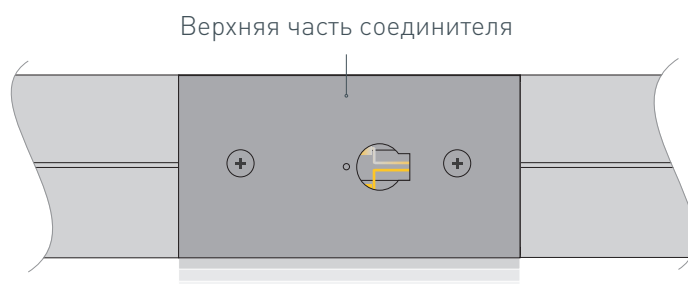

Рис. 6. Установка верхней части соединителя ②. Вид сверху
- 3 / Соедините верхнюю и нижнюю части соединителя ② при помощи длинных комплектных болтов, как показано на рис. 6.